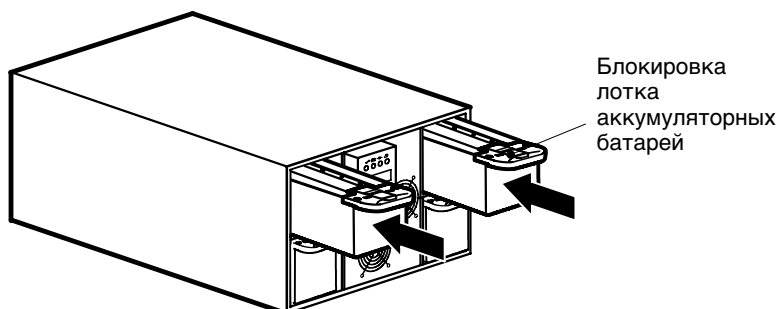

Рисунок 24. Установка лотков с батареями
2. Задвиньте лотки аккумуляторных батарей в корпус (см. рис. 24). Задвигайте каждый лоток до тех пор, пока он не будет зафиксирован в нужном положении.